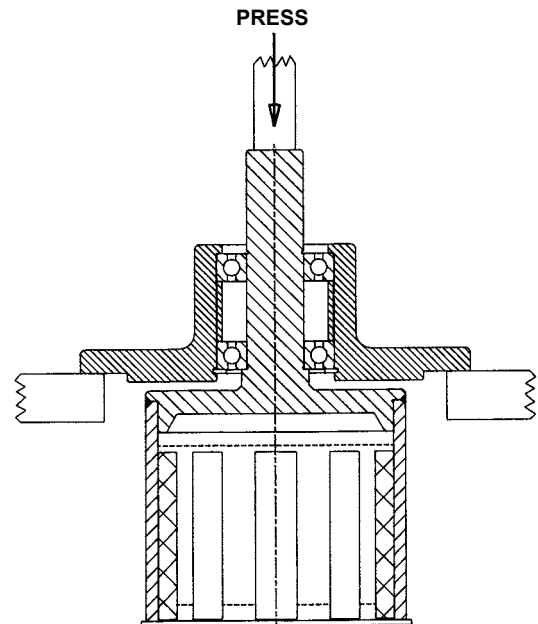

FIGURA 13
2. Retire el aro de retención externo, del eje, coloque las unidades en el prensador y empuje el eje hacia fuera tal como se indica en la Figura 13. Sujete el extremo del magnetismo exterior para evitar que caiga y posibles daños.